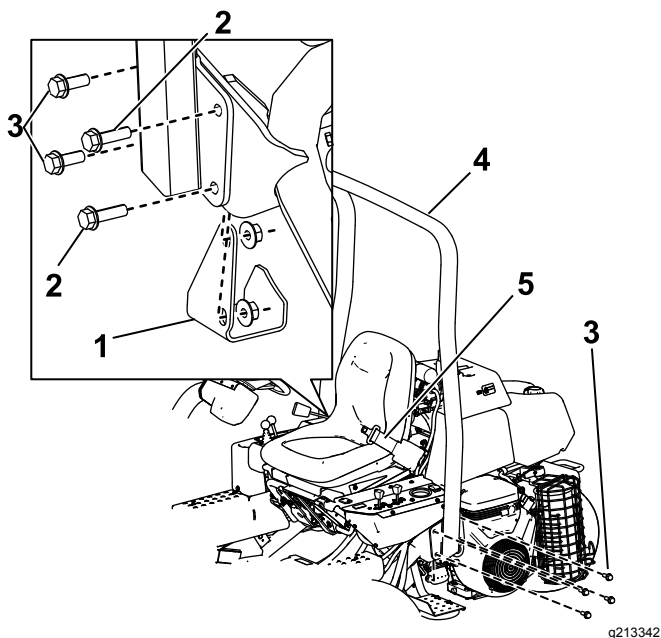

図 6
- ROPSの左側を取り付けブラケットに固定するボルト $\frac{1}{2}$ " x $1\frac{1}{2}$ "4本とロックナットを使用する 図 6。
- ROPSバーの右側、および先ほど取り外したジャッキパッドを、取り付けブラケットに固定するボルト $\frac{1}{2}$ " x $1\frac{1}{2}$ "2本、ボルト $\frac{1}{2}$ " x $1\frac{3}{4}$ "2本、ロックナットを使用し、図 6に示すように取り付ける。